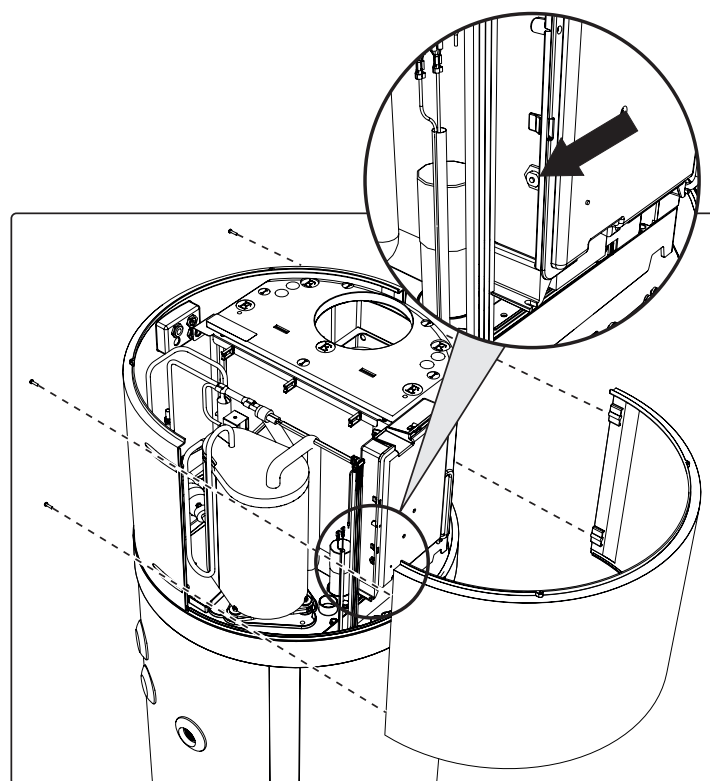

fig. 46- Extracción del panel frontal
- Retire el panel frontal y restablezca manualmente el termostato de seguridad accionado (fig. 46). En caso de accionamiento, el pasador central del termostato sobresaldrá unos 2 mm.